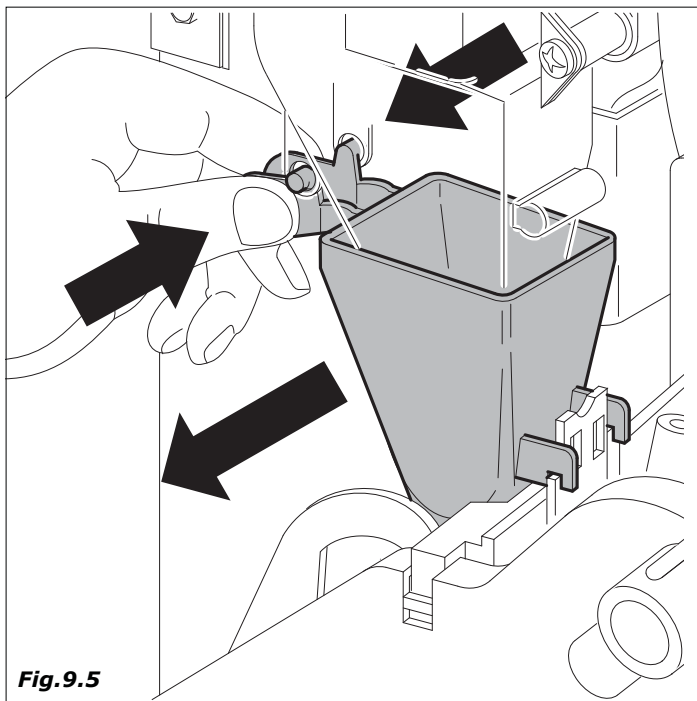

Fig.9.5
- Descente et infuseur café (figure 9.5)